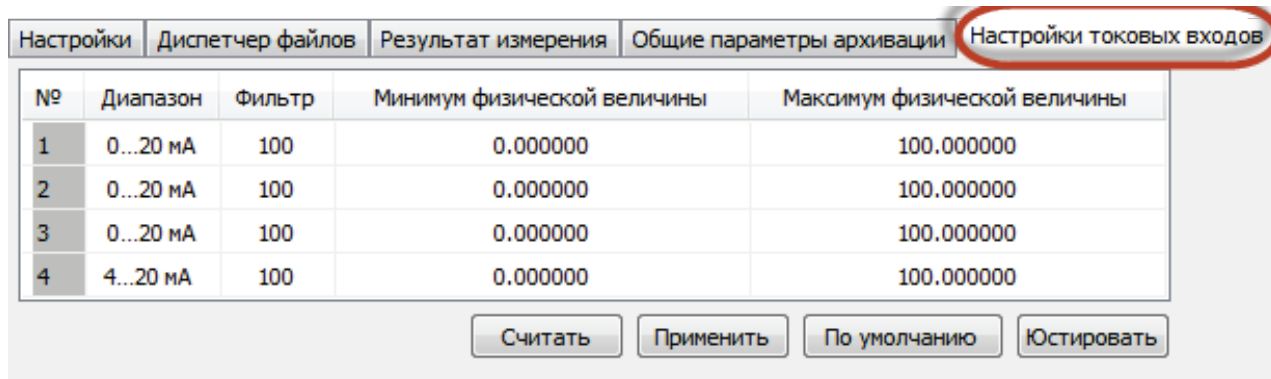

Рисунок 9.1
9.1 Параметры измерителей находятся во вкладке «Настройки токовых входов», смотри рисунок 9.1